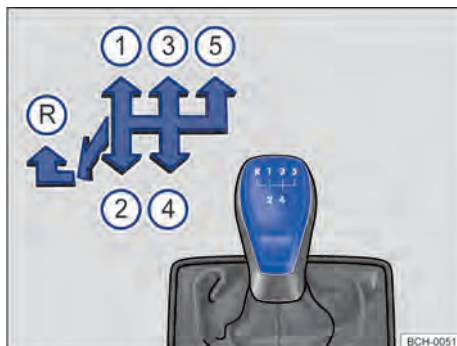

Fig. 85 Esquema de troca de marchas da transmissão manual de 5 marchas.
As posições de cada uma das marchas estão representadas na alavanca de troca de marcha → Fig. 85.
- Empurrar a alavanca de troca de marcha totalmente para a esquerda e depois para frente até a posição da marcha a ré → Fig. 85®.